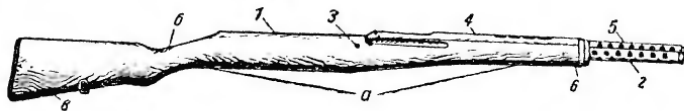

Рис. 45. Ложа и ствольная накладка:
46. Ложа и ствольная накладка (рис. 45) в собранном виде состоят из следующих частей: ложи, нижнего кожуха, болта нагеля с втулкой, ствольной накладки, верхнего кожуха, ложевого